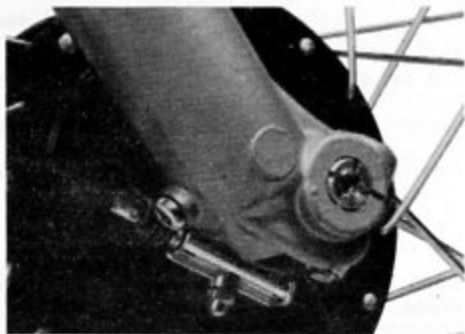

Fig. 17 - Vite scarico olio su forcella
- Svitare le due viti scarico olio (vedi Fig. 17) sui foderi.